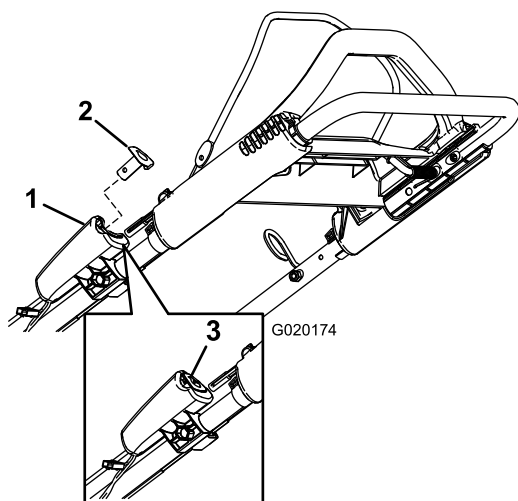
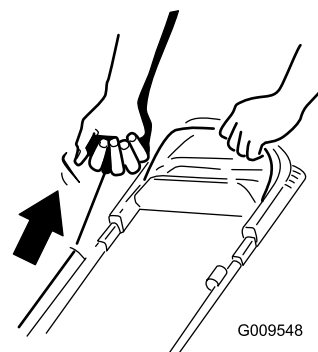

Figura 17
Figura 18
2. Premete il pulsante di avviamento elettrico (Figura 17) o tirate dolcemente la stegola dell'avviatore autoavvolgente (Figura 18) fino ad avvertire una certa resistenza, quindi date uno strappo e lasciate che ritorni lentamente al guidacavo sulla stegola.